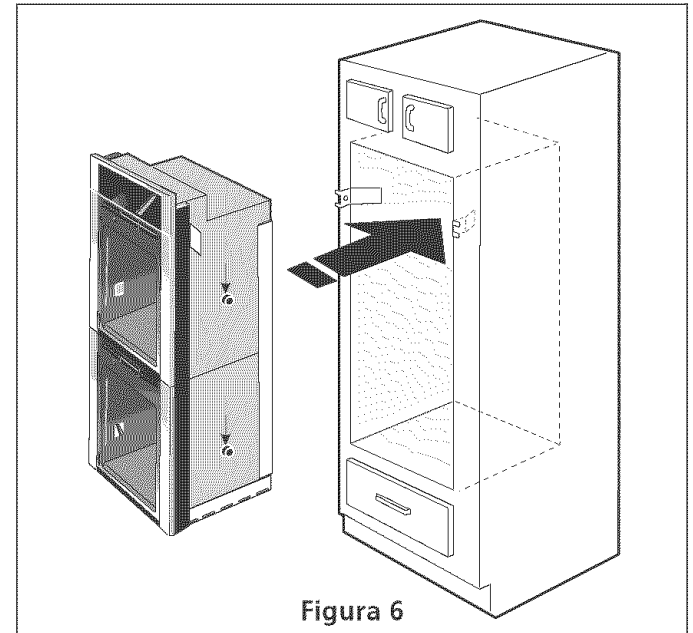

Figura 6
4. Empuje la unidad contra el gabinete, y así la abrazadera se ajustará con la otra que acaba de instalar del lado de la apertura del horno (vea figura 6).